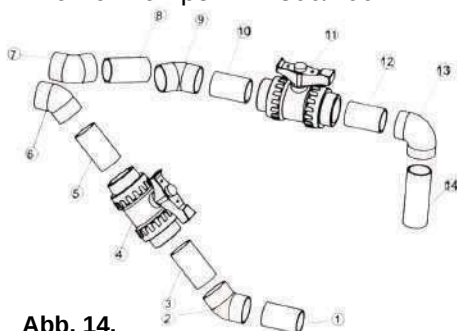

Abb. 14.
- 2) Angaben zu den Modellen finden Sie in Abbildung 14.